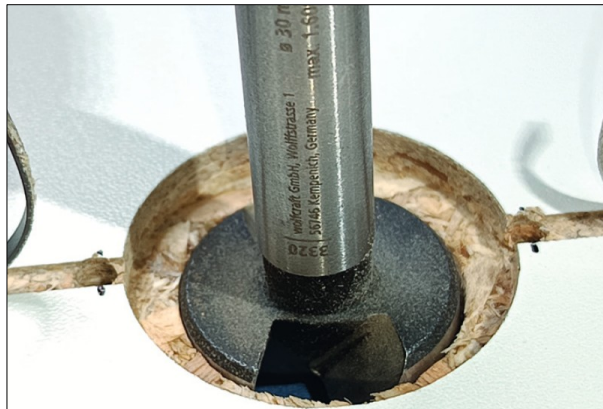

Abbildung 84: 30mm Bohrung mit Forstnerbohrer
- Mit dem Forstnerbohrer (Ø 30mm) bohren Sie nun in der Mitte der Vertiefung ein Loch durch die Anlagenplatte (Abbildung 84: 30mm Bohrung mit Forstnerbohrer).